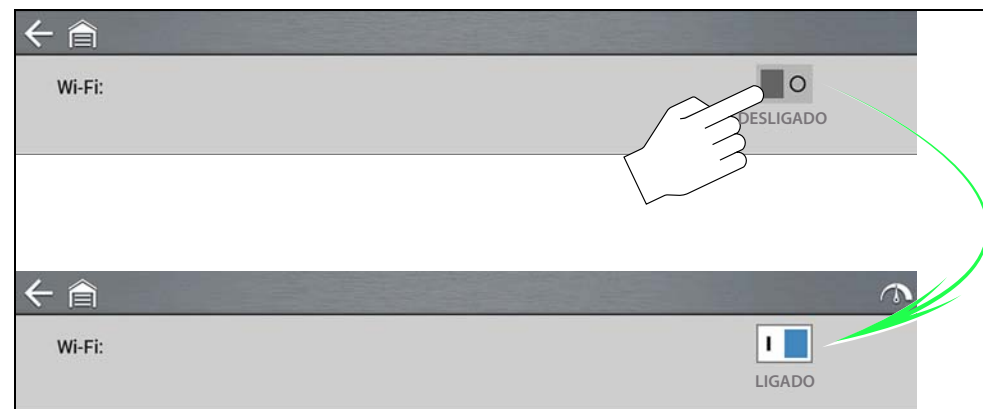

Figura 14-1
1. Para ativar/desativar o Wi-Fi, selecione o ícone **Ligar Wi-Fi** (Figura 14-1).